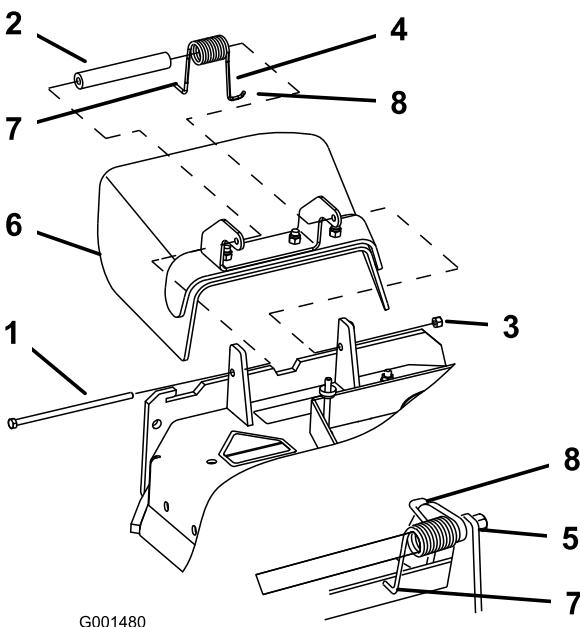

Figura 52
- Retire la contratuerca, el perno, el muelle y el espaciador que sujetan el deflector a los soportes de pivote (Figura 52). Retire el deflector de hierba dañado o desgastado.
Nota: Asegúrese de colocar el extremo en **L** del muelle detrás del reborde de la plataforma antes de instalar el perno, según se muestra en la Figura 52.
3. Instale el perno y la tuerca. Coloque el extremo en **J** del muelle alrededor del deflector de hierba (Figura 52).